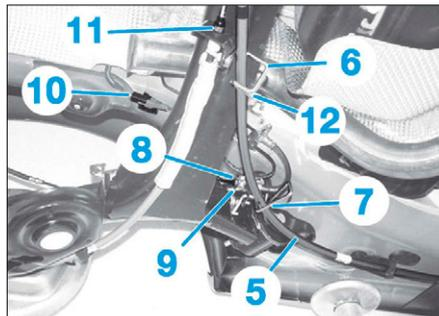

FIG. 75
- Dégager le câble primaire (5) des accroches (6) et (7) (Fig.75).
- désaccoupler la canalisation de frein (8) du raccord (9),